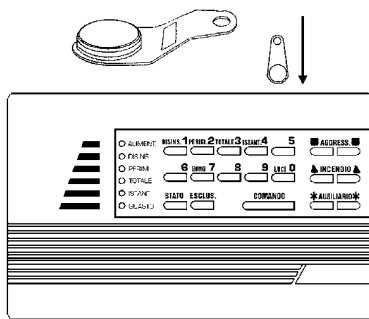

Figura 4 - Inserire la Chiave/Memoria nella fessura
3. Inserire la "Chiave/Memoria" nell'apposita fessura dell'Unità centrale (vedi Figura 4).